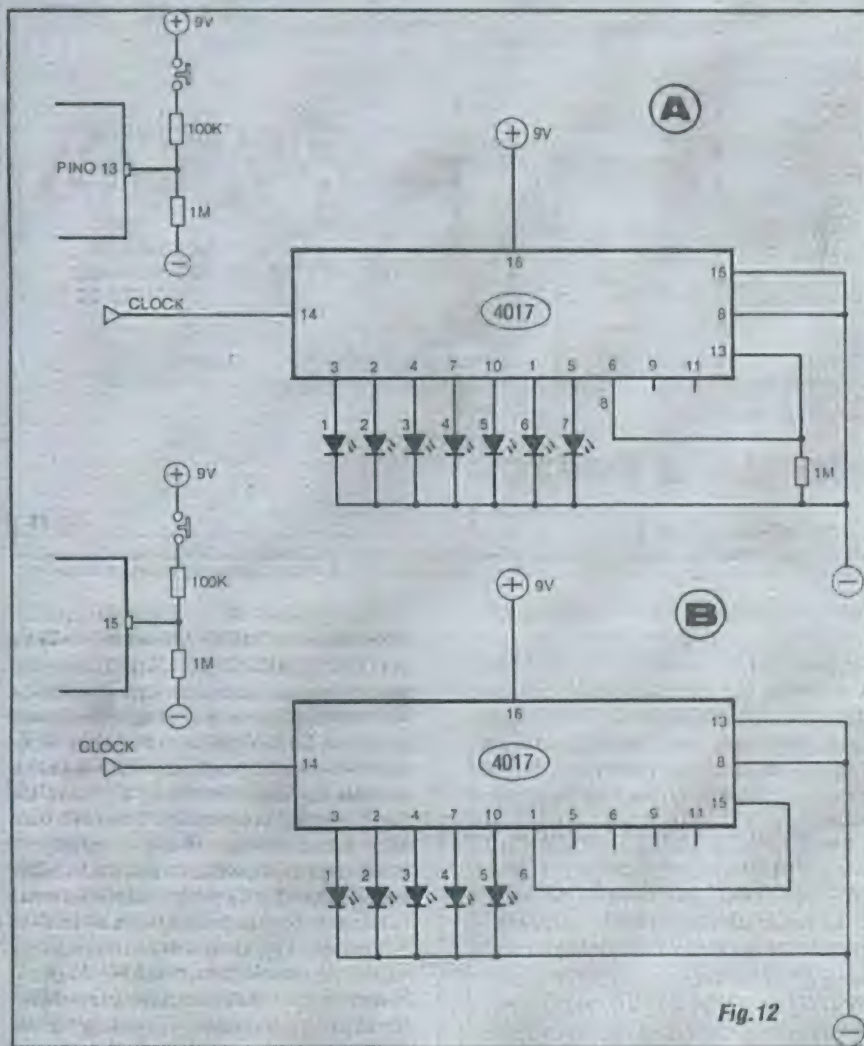

Fig. 12
- FIG. 12-A - UTILIZANDO O PINO 13 (AUTORIZADOR DE CLOCK) - A efetiva contagem, ou o sequenciamento das Saídas do 4017 apenas é possível enquanto o pino de *Clock Enable* (13) estiver recebendo um nível "0" ("baixo")... Quando a tal pino é aplicado um nível "1" ("alto"), a Entrada geral de *clock* fica "inibida", para de aceitar os pulsos, com o que a contagem fica interrompida, restando em estado "alto" unicamente a Saída que assim se encontrava no exato momento da aplicação de nível "1" ao pino 13... Dessa forma, no primeiro arranjo (diagrama menor da FIG. 12-A...), é possível, apertando-se o *push-button* N.A., congelar ou bloquear a contagem, em qualquer ponto ou estágio desta... Observar que o pino 13 é mantido "baixo" pelo resistor de 1M, em condição de "espera", mas que, ao ser premido o interruptor, via resistor de 100K estabelece-se uma condição "alta" no dito pino... Lembrando que a Saída "ativa" ("da vez") do 4017 sempre se manifesta "alta" (todas as demais, "baixas"...), é possível ainda organizar uma interessante estrutura "automática", na qual um das próprias Saídas é usada para o acionamento do pino 13 (diagrama maior da FIG. 12-A...). No caso do exemplo, queremos que o 4017 "conte" apenas até a sua sétima Saída (e não até a décima, como seria normal...). Isso é feito mantendo-se o pino de *clock enable* "baixo" via resistor de 1M, porém ligado à oitava Saída de contagem (pino 6). Como indicadores do sequenciamento, os 7 LEDs conetados às 7 primeiras Saídas do 4017 irão acender em sequência, num ritmo determinado pelo "trem" de pulsos aplicado ao seu
- FIG. 12-B - UTILIZANDO O PINO 15 (RESET) - Enquanto o pino 15 for mantido sob nível "baixo" (digitalmente em "0"...) a contagem dos pulsos aplicados à Entrada de clock e o consequente sequenciamento das Saídas se dará normalmente, com cada uma delas (desde a primeira, ou "0", até a
décima, ou "9"...) assumindo progressivamente a condição digital "1", ao fim do que novamente todo o ciclo recomeça, de forma indefinida (enquanto estiverem sendo aplicados pulsos ao pino 14...). Se, contudo, for aplicado momentaneamente um nível "1" ao pino 15, *esteja a contagem "onde" estiver, nos 10 estágios possíveis*, esta é imediatamente "resetada" ou zerada, com o que se reinicia automaticamente, a partir da Saída "0" (pino 3). Notar que, *além da "resetagem"*, enquanto o pino 15 for mantido "alto", apenas a Saída inicial do sequenciamento (citado pino 3...) se mostrará "alta", permanecendo todas as demais em "0"... Apenas quando novamente o pino 15 for digitalmente "abaixado" é que a contagem/sequenciamento poderão reiniciar (e sempre - nesse caso - a partir do pino 3...). No diagrama menor da FIG. 12-B vemos um arranjo "passivo", no
qual a pressão sobre o *push-button* N.A. gerará o imediato "resetamento" da contagem (seu retorno a "zero"...). Observar que o resistor de 1M mantém o pino 15, em condição normal, em estado "baixo", mas que ao ser fechado o interruptor de pressão, via resistor de 100K o dito pino se coloca "alto"... Dessa forma, a qualquer momento, e esteja a contagem "*onde estiver*", dentro dos 10 estágios possíveis, é possível reiniciá-la (com um breve toque no botão do interruptor...) ou mesmo "congelá-la em zero" (premindo-se e *assim mantendo* o dito interruptor...). Também é possível (ver diagrama maior da FIG. 12-B...) "automatizar o resetamento", utilizando-se para tanto de uma das próprias 10 Saídas do 4017... Com tal providência, podemos "encurtar" a contagem...! No exemplo, queremos que o 4017 conte "até o quinto estágio", retornando o sequenciamento automaticamente ao seu início, e assim indefinidamente... Pois bem: basta aplicar diretamente a *sexta* Saída (pino 1) ao pino 15, com o que, assim que o pino 1 se mostrar "alto", um breve "1" é aplicado ao pino de *reset*, zerando a contagem e "encurtando" o sequenciamento (que passa - no caso do exemplo - a ter apenas *cinco* estágios, contra os *dez* normais...). Essa possibilidade de fazer o 4017 contar sequencialmente números *menores* do que 10 pode ser vantajosamente usada em muitos circuitos práticos, conforme veremos em várias montagens mostradas em APE e também em alguns exercícios práticos ao longo do "Curso" do ABCDE...